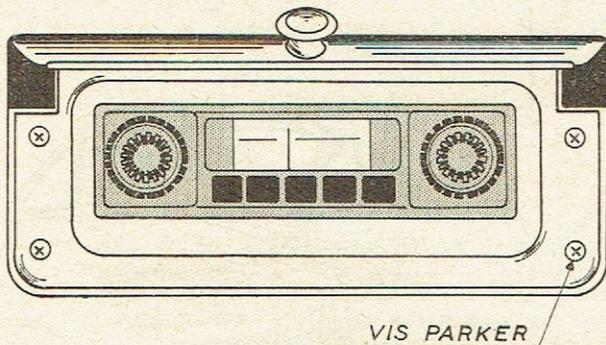

Fig. 6
a) Fixer l'ensemble dans le vide poche à l'aide des 4 vis Parker livrées dans le sachet (voir fig. 6).